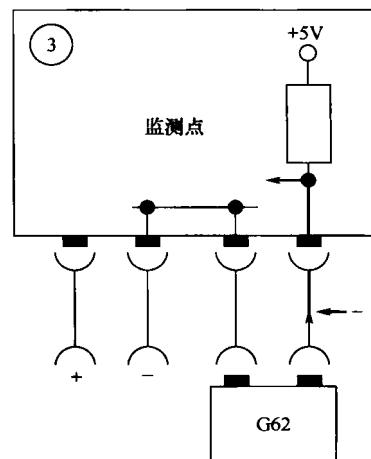

图 2-4 冷却液温度传感器接地短路
(3) 接地短路 控制单元输入给冷却液温度传感器上的电压为 0V，这个电压相当于温度值大于  $120^{\circ}\text{C}$ 。当接地短路时(如导线的绝缘材料被磨透)，冷却液温度传感器在输入端上的电压等于 0V(搭铁)，如图 2-4 所示。